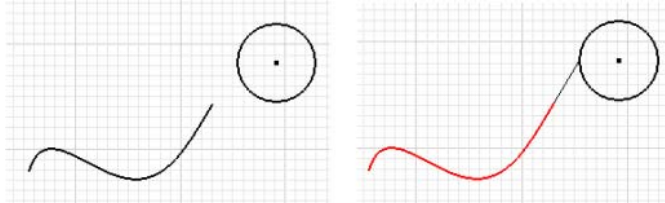

图 2-40 曲线的延伸
- (1) 单击【草图】标签栏【修改】面板上的【延伸】工具按钮，将鼠标指针移动到要延伸的曲线上，此时，该功能将所选曲线延伸到最近的相交曲线上，用户可预览到延伸的曲线，
- (2) 单击左键即可完成延伸，如图 2-40 所示。
(3) 曲线延伸以后，在延伸曲线和边界曲线端点处创建重合约束。如果曲线的端点具有固定约束，那么该曲线不能延伸。